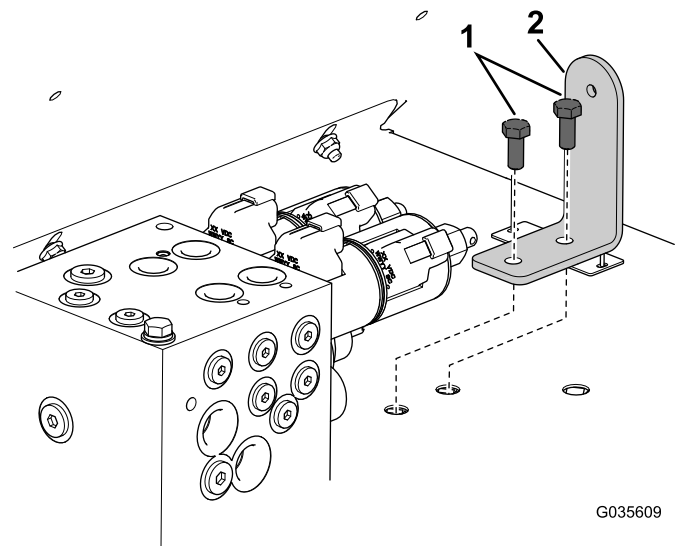

Figure 12
12. Fixez le support du bouton sur la protection de rinçage à l'aide de 2 vis ($\frac{5}{16}$ " x $\frac{3}{4}$ ") ; voir Figure 12.